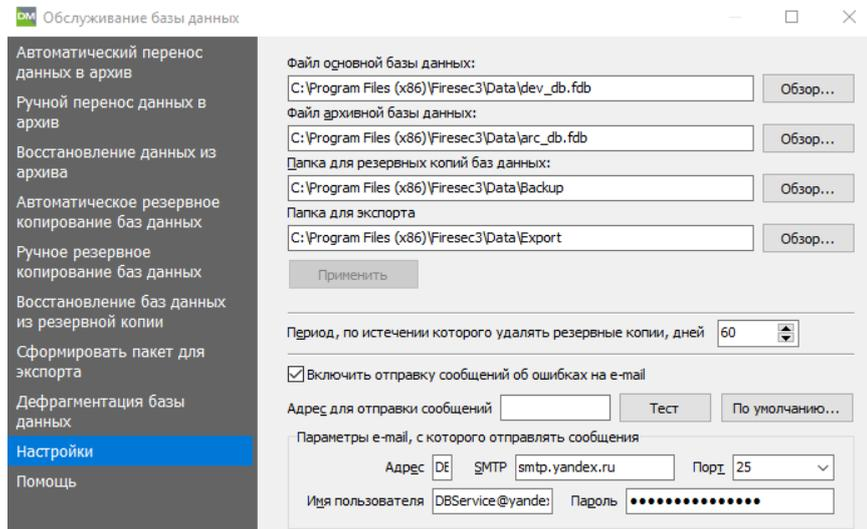

Рисунок 27.14 – Вкладка Настройки
1) Во вкладке **Настройки** указан путь к файлу с основной БД (рабочая БД), к файлу с архивной БД (часть данных, которая уже отправлена в архив), к папке с резервной копией БД (рабочая и архивная часть программы), и к папке для экспорта (рисунок 27.14). Данные папки с файлами уже существуют в папке с ПО FireSec, поэтому путь к ним задан по умолчанию. Также существует возможность указать для размещения данных иные файлы и папки с помощью кнопки «Обзор», после чего нажать кнопку «Применить».